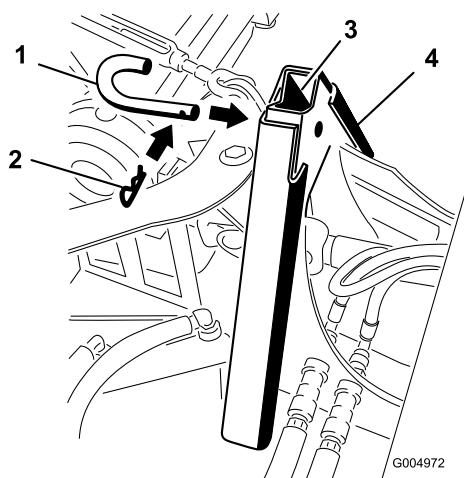

Figura 55
4. Acople los adaptadores con el pasador de acoplamiento y la chaveta según se indica en Figura 55.